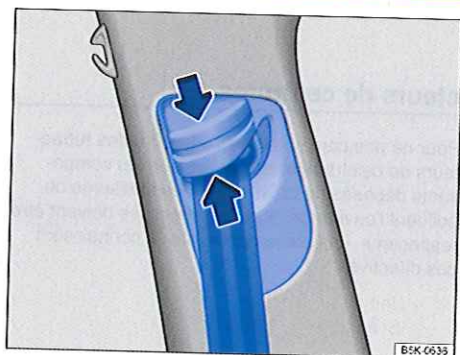

Fig. 82 À côté des sièges avant : réglage en hauteur de la ceinture.
- Comprimez la ferrure d'inversion dans le sens des flèches et maintenez-la comprimée → fig. 82.